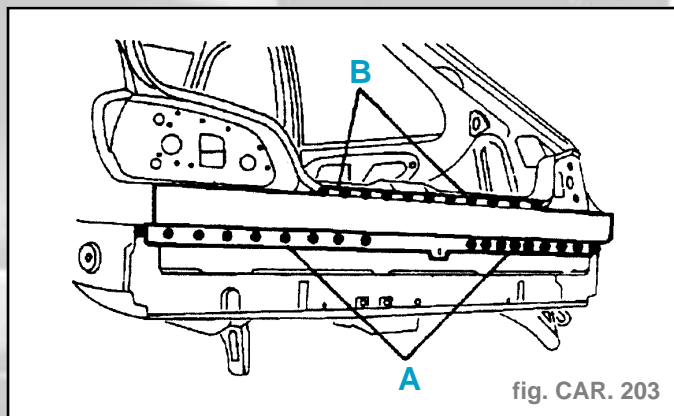

fig. CAR. 203
- Souder par points électriques (suivant A) (fig. CAR. 203).